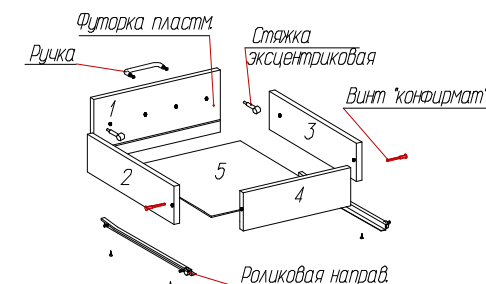

Рис. 4 Схема сборки ящика
7. Собрать ящики и установить их на место (см. рис. 4);